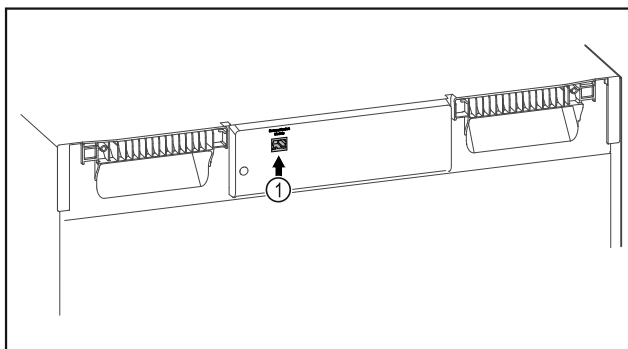

Fig. 136
- ☐ SmartModule Fig. 136 (1) is geplaatst.